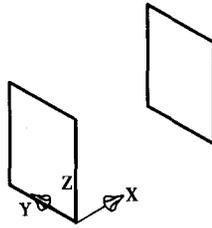

图 1.9 变换坐标系,复制矩形
- ③ 返回世界坐标系, 再复制矩形, 如图 1.9 所示。